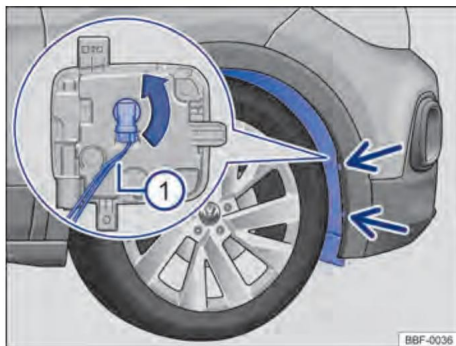

Fig. 140 Sur le passage de roue avant : accès à la lampe antibrouillard.
- ① Respectez la liste de contrôle et effectuez les actions → page 185.
- ② Retirez les vis de fixation du revêtement de passage de roue → fig. 140 (flèches) à l'aide d'un tournevis.
- ③ Saisissez la garniture de passage de roue aux angles entre les trous des vis de fixation desserrées et appuyez un peu vers l'intérieur du véhicule, afin de dégager le clip de l'intérieur.
- ④ Rabattez soigneusement la garniture de passage de roue sur le côté.
- ⑤ Retirez le connecteur d'alimentation de la lampe de → Fig. 140 1, appuyez en même temps sur le loquet de fixation du connecteur.
- ⑥ Tourner la douille de l'ampoule → fig. 140 (flèche), dans le sens inverse des aiguilles d'une montre jusqu'à la butée, puis retirez-le du boîtier.
- ⑦ L'ampoule antibrouillard est fixée dans la douille, l'ensemble ampoule et douille doit être remplacé.
- ⑧ Remplacez l'ampoule à incandescence grillée par une nouvelle ampoule à incandescence du même modèle.
- ⑨ Enfoncez la douille de l'ampoule dans le phare et tournez dans le sens des aiguilles d'une montre jusqu'à la butée.
- ⑩ Assurez-vous que la douille est correctement fixée au phare.
- ⑪ Montage du connecteur d'alimentation → Fig. 140 1 dans la douille de la lampe. le connecteur doit s'enclencher de manière audible.
- ⑫ Repliez le couvercle du passage de roue afin que le clip à l'intérieur s'enclenche.
- ⑬ Remonter les vis de fixation → Fig. 140 (flèches) et appuyez dessus.